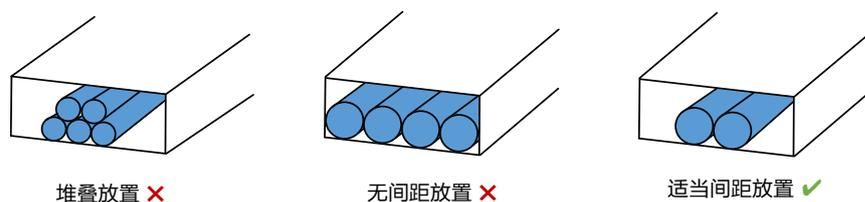

图4-3 线缆铺设后所占据空间
- 请保持线缆铺设后所占据的空间系数在 30%以内,如图 4-3 所示。